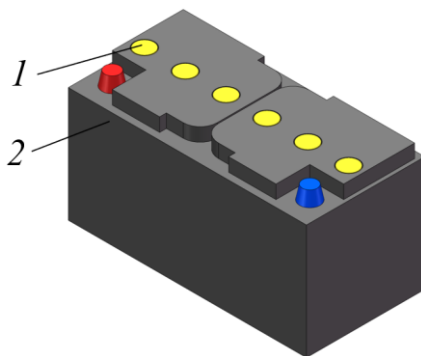

Рисунок 5.116. Аккумуляторная батарея
- ▶ Открыть пробки наливных горловин 1 во всех отсеках (для открытия вращать пробку против часовой стрелки) аккумуляторной батареи, рис. 5.116.
- ▶ Открыть пробки наливных горловин во всех отсеках (для открытия вращать пробку против часовой стрелки) аккумуляторной батареи рис. 5.116.